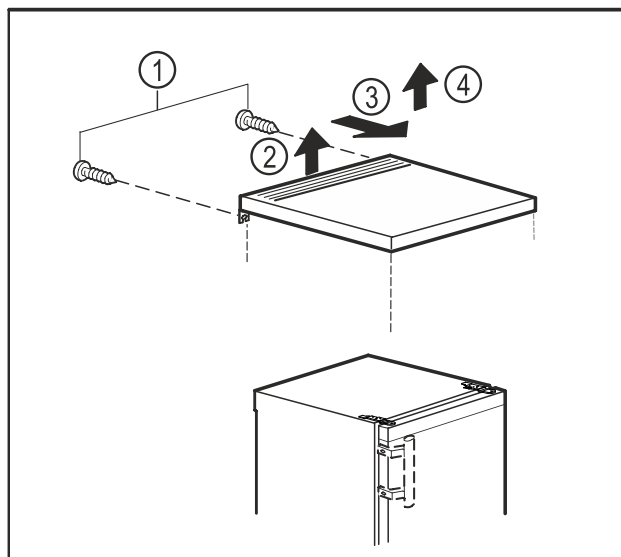

Fig. 9
- ▶ Odstráňte skrutky na zadnej strane. Fig. 9 (1)
- ▶ Zdvihnite dosku stola vzadu. Fig. 9 (2)
- ▶ Posuňte dosku stola nahor. Fig. 9 (3)
- ▶ Odoberte dosku stola nahor. Fig. 9 (4)